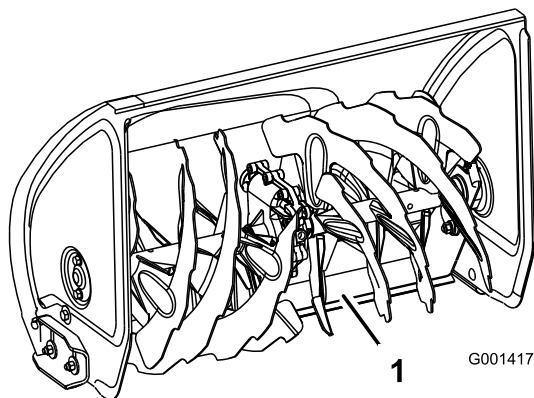

Figure 44
4. Appuyez sur les poignées pour permettre à la lame racluse pivotante de s'avancer au maximum, puis abaissez l'avant de la machine de sorte que le bord avant de la lame racluse touche le sol (Figure 44).